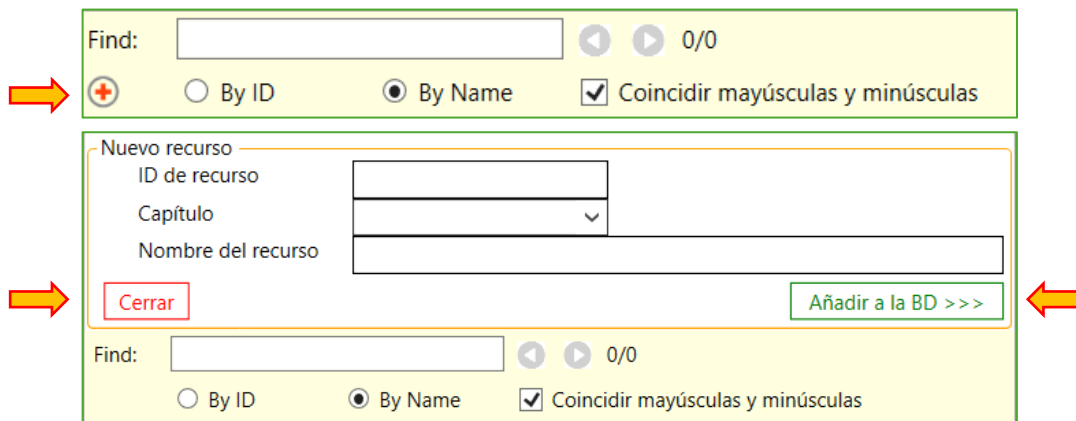

Imagen 11 Subpanel "Añadir recurso"
- **Añadir un recurso:** Basta con hacer clic en el botón [+], ubicado en la parte superior izquierda del panel, para desplegar el subpanel “Añadir recurso” (Imagen 11).